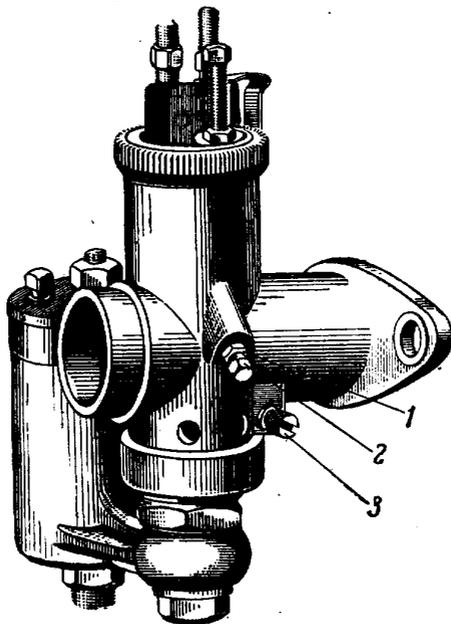

Рис. 2. Карбюратор мотоцикла AM-600;
4. Отвернуть на один-два оборота контргайку 1 (рис. 2) винта 2 упора. Винт упора ввернуть настолько, чтобы двигатель развивал несколько повышенные обороты.